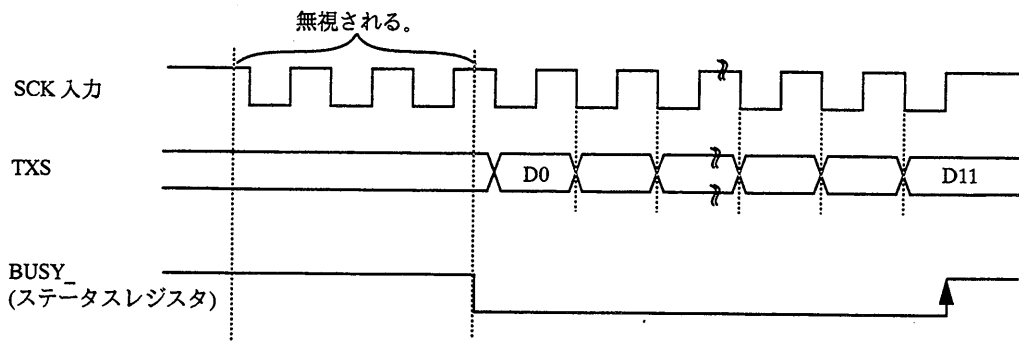

図 10-8 待機中に入力される外部シリアルクロックの例 (送信時)
- (2) 外部シリアルクロック選択時、ステータスのBUSY_が'1'の場合、すなわち待機中に入力される外部シリアルクロックは無視されます(図10-8)。
- (3) 外部シリアルクロック通信時において、ステータスBUSY_が'0'になったことをステータス読み出しで確認した後、シリアルクロックをスタートさせて下さい。